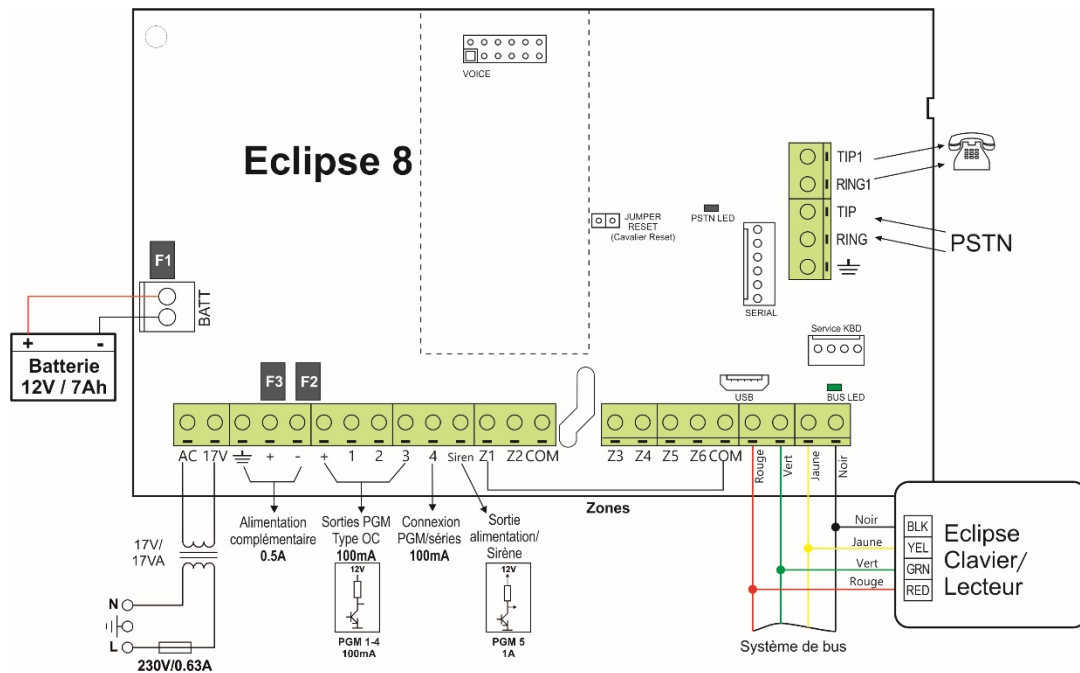

Figure 5. Centrale ECLIPSE 8
1. Mettez un cavalier sur les bornes RESET de la centrale ECLIPSE (voir les Figures 5, 6 et 7).